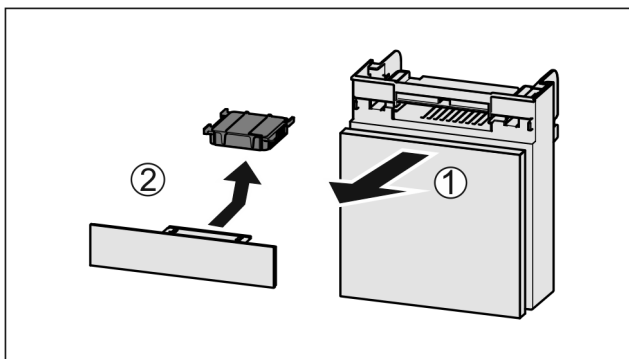

Fig. 182
- ▶ Fach nach vorne herausziehen Fig. 182 (1).
- ▶ Aktivkohlefilter entnehmen Fig. 182 (2).